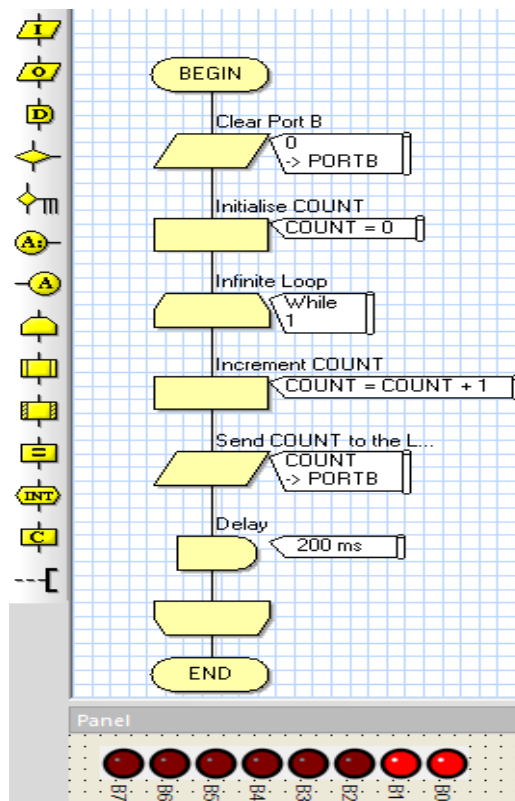

Figure 34: Organigramme correspondant à la manipulation de la boucle while
Le but de cet exemple est d'utiliser la boucle tant que « while » afin de réaliser un compteur de 8 bits. La variable count est de type byte dont la valeur est comprise entre 0 et 255. Initialement la valeur de count est égale à 0 et sa valeur sera incrémentée à l'intérieur de la boucle infinie while (1) (Figure 34). Donc, à chaque itération la valeur de la variable count est transmise au port B du PIC16f877A de 8Mhz permettant de réaliser un compteur. Le programme correspondant obtenu après une opération de compilation avec le compilateur « MikroC Pro for PIC » de Mikroelektronika est le suivant :